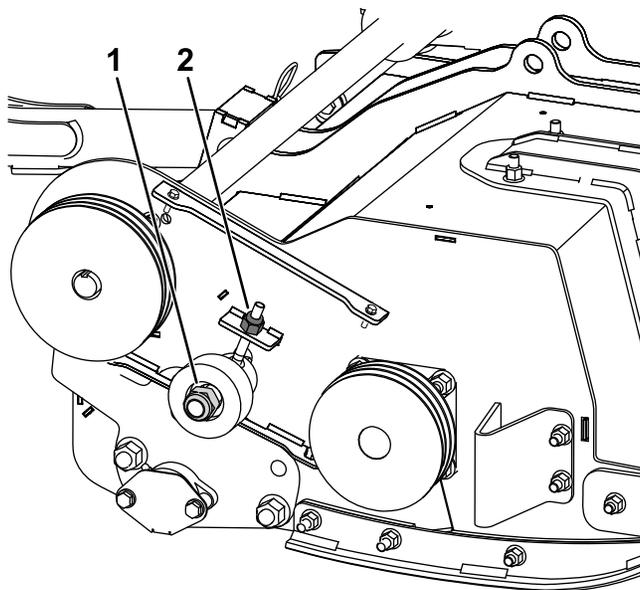

Figure 27
3. Desserrez, mais n'enlevez pas, l'écrou de la poulie de tension (Figure 27).
4. Ajustez l'écrou sur l'ergot de la poulie de tension pour tendre la courroie (Figure 27).